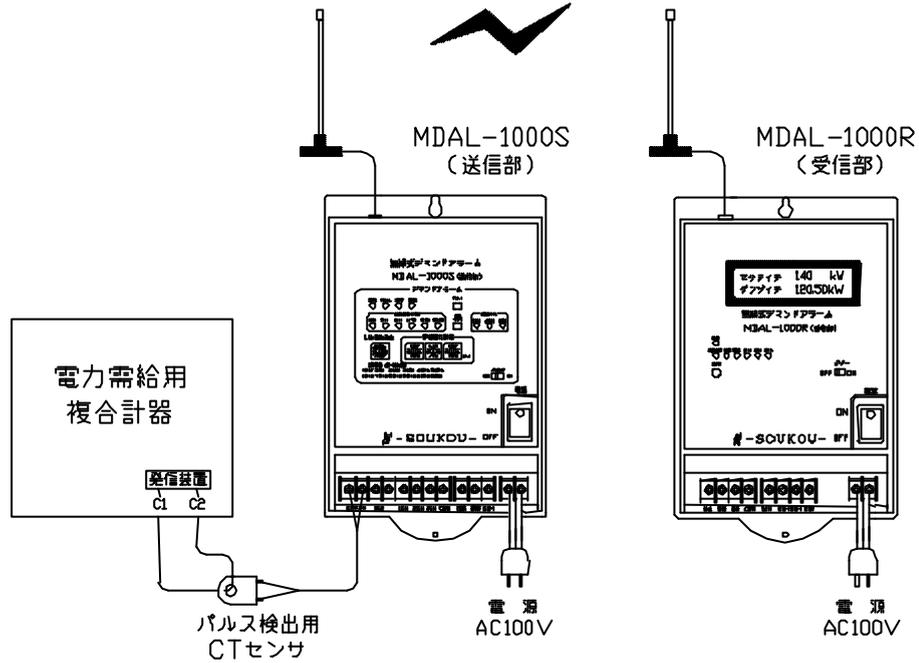

図 1 : パルス検出用CTセンサとの接続
- 1 . 接続方法に基づき、付属のパルス検出用 C T センサ又は、別売のデマンドパルスカウンタログ (DCR-50K) とを接続して下さい。(図 1、2、3 参照)